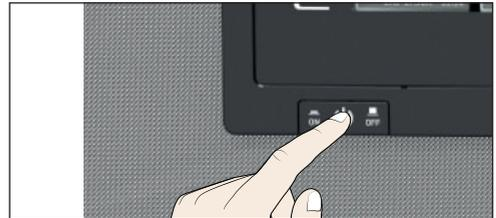

Abb. 26 Gerät ausschalten
5. Gerät am Hauptschalter ausschalten (Abb. 26).